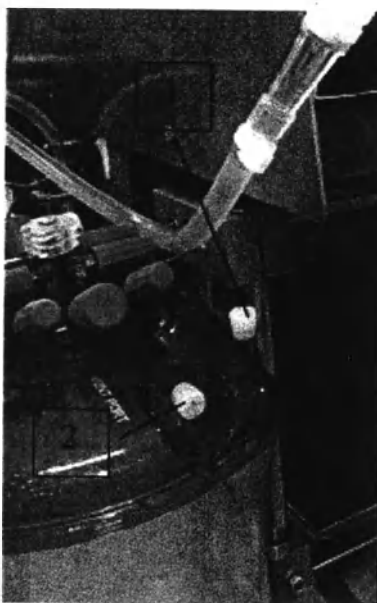

Рисунок 29 – Расположение защитных колпачков на одноразовом сосуде Admicard 3200.
- в. Снять колпачки с вентиляционного порта и порта ввода раствора одноразового сосуда Admicard 3200 (см. рисунок 29).